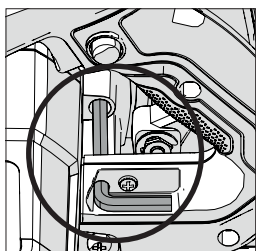

Fig. 1
- Leta upp den levererade insexnyckeln för bladbyte som ligger i det monterade förvaringsutrymmet (liknande position i alla maskiner). (Fig. 1)